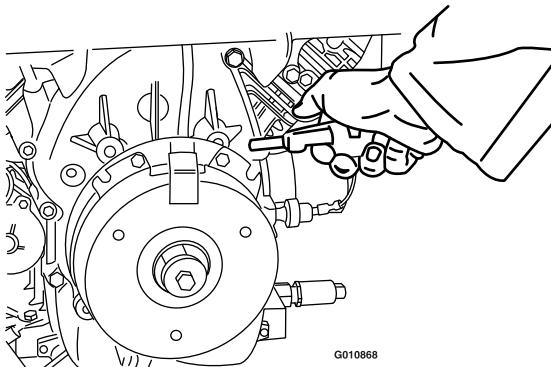

Figura 70
3. Utilizar un compresor de aire, elimine cualquier residuo de debajo del polo de freno y de alrededor de los espaciadores del freno (Figura 70).